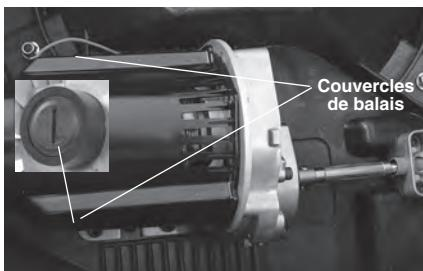

Figure 21 – Inspection et remplacement des balais moteur
2. Servez-vous d'un tournevis pour retirer les couvercles de balais (*Figure 21*), puis retirez les balais. S'ils sont endommagés ou usés au-delà de $\frac{1}{2}$ " (13 mm) d'épaisseur, remplacez-les.